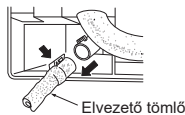

Fig. 2
- Ha a beltéri egységhez mellékelte elvezető tömlő rövid, kösse rá a helyszínen biztosított elvezető tömlőre (I). (Fig. 2)
- 3) Húzza ki az elvezető tömlőt a beltéri egységből hátul bal oldalt. (Fig. 2)